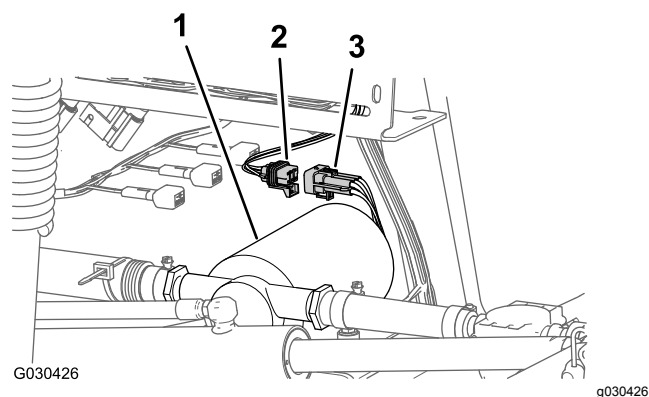

Figura 14
2. Desligue o conector de 6 pinos da cablagem da bomba de lavagem do conector de 6 tomadas da cablagem traseira principal (Figura 14).